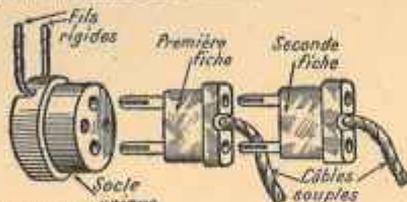
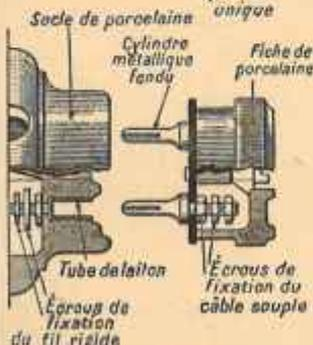
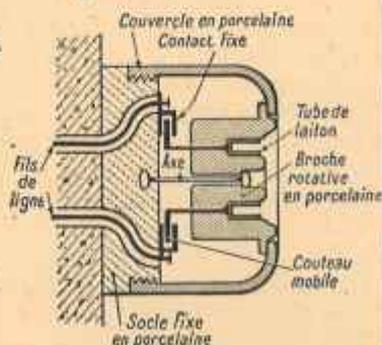

FIG. 67.
FIG. 68. — Prise de courant en porcelaine.
FIG. 69. — Prise de courant munie d'un interrupteur.
3° Le modèle actuel est formé de deux parties — fiche et socle — en porcelaine (fig. 68). Le contact est assuré par la pénétration de deux cylindres fendus dans deux tubes de laiton; lorsque, à la longue, le contact devient mauvais (1), on accroît le pourtour des cylindres de la fiche en introduisant une lame de couteau dans la fiche. Cette fois encore, ni les câbles souples qui pénètrent dans la fiche, ni les fils rigides qui aboutissent au socle ne figurent sur le dessin.
Les prises de courant doivent être manipulées avec précaution. Beaucoup de personnes ne s'astreignent pas à saisir la fiche pour la séparer du socle : elles tirent de loin sur le câble. C'est là une pratique détestable : les écrous de fixation du câble souple (fig. 68) finissent par se desserrer, certains brins du câble s'échappent et peuvent faire court-circuit avec le second câble.
b) Soit employer une prise dont la partie fixe soit un peu plus compliquée : le socle comprend une broche mobile (fig. 69) qui se manœuvre facilement (par rotation) lorsque la fiche de la figure 68 est en place. C'est, en somme, une combinaison de l'interrupteur semi-rotatif (fig. 40) et de la prise de courant; il faut, toutefois, lui préférer une prise de courant, munie d'un interrupteur latéral (qui présente une rupture suffisamment brusque).
2° On trouve aussi dans le commerce des fiches mobiles, qui portent d'un côté des cylindres fendus, comme les fiches habituelles (fig. 68, droite), mais qui portent, en outre, de l'autre côté, des tubes de laiton, dans lesquels peuvent s'engager les cylindres d'une seconde fiche, et ainsi de suite (fig. 67). On est limité par la rigidité de cette suite de fiches et surtout par le calibre de la canalisation, qui doit pouvoir laisser passer le courant total.